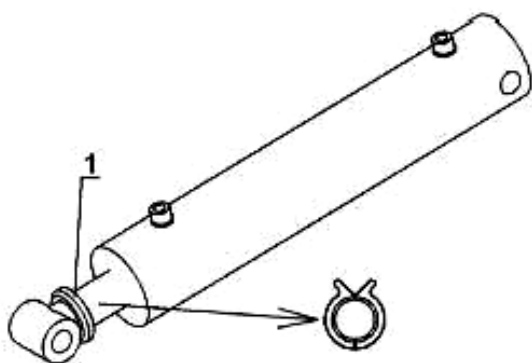

Рисунок 15.
Регулировка глубины обработки осуществляется путем установки клипс различной толщины на шток гидроцилиндра (1) опорных колес (рис. 15) и углом атаки дисковых батарей (чем больше угол атаки – тем больше глубина обработки).